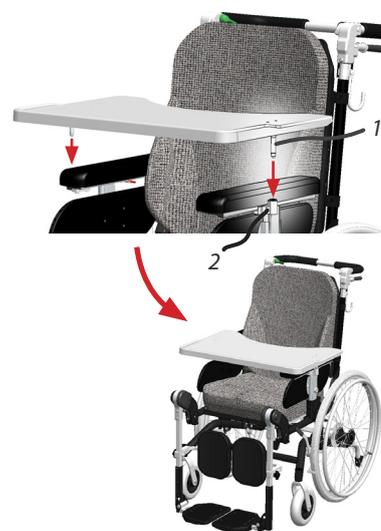

Abb. 39. Tischmontage
Die Montage erfolgt, indem die beiden Zapfen (1, Abb. 39) an der Tischplatte in die Tischhalterungen (2) eingeführt werden, die sich außen an den Armlehnen befinden.